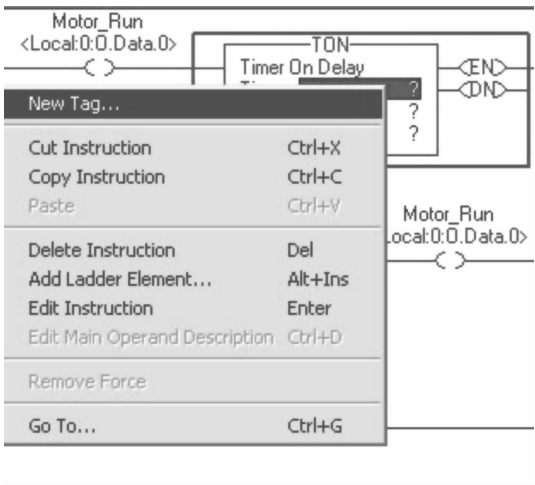

图 8-6 添加定时器标签
6. 在定时器指令上，右键单击文字“定时器”（Timer）旁边的蓝色区域，并选择“新建标签”（New Tag），如图 8-6 所示。